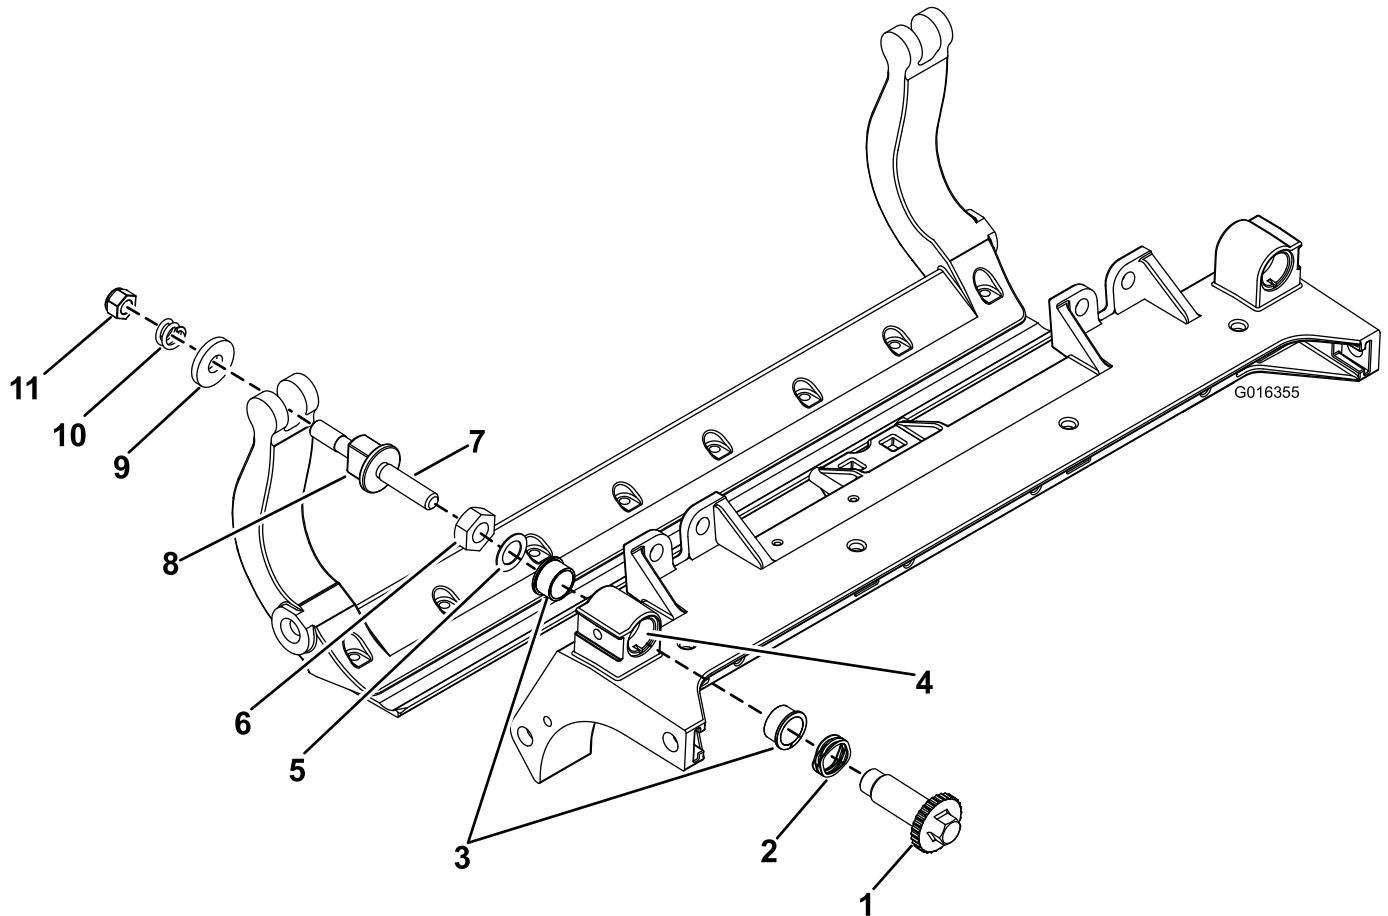

Figure 33
1. Déposez toutes les pièces ; voir les *Instructions d'installation* du Kit DPA renforcé, modèle n° 120-7230 et Figure 33.
2. Appliquez du produit antigrippant à l'intérieur du logement des bagues sur le cadre central du plateau de coupe (Figure 33).
3. Alignez les clavettes des bagues à embase sur les fentes dans le cadre, et mettez les bagues en place (Figure 33).
4. Posez une rondelle ondulée sur l'axe de réglage et insérez l'axe dans les bagues à embase sur le cadre du plateau de coupe (Figure 33).
5. Fixez l'axe de réglage avec une rondelle plate et un contre-écrou (Figure 33). Serrez le contre-écrou à un couple de 20 à 27 N·m.
- B. Placez une rondelle en acier à l'extérieur de chaque rondelle en nylon (Figure 33).